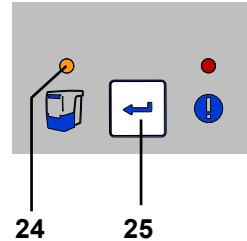

Abb. 11
- ⇒ Enter-Taste (25) drücken (Zähler zur Erfassung des Zeitintervalls wird zurückgesetzt).
- ◆ Anzeige Staubschublade (24) erlischt.
***Wird die Staubschublade nicht geleert, leuchtet die Anzeige der Staubschublade (24, Abb. 11) weiterhin. Nach dem Aus-/Einschalten des Gerätes wird durch einen 3-maligen Signalton erneut auf das Entleeren der Staubschublade hingewiesen.***